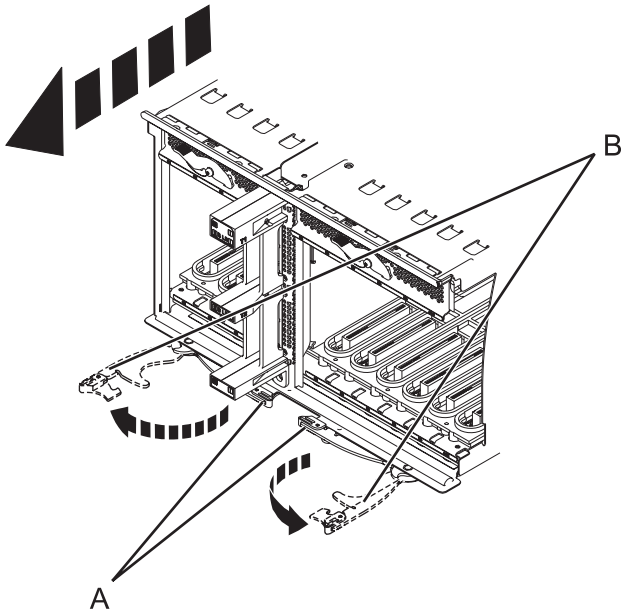

Figure 69. Retrait de la carte mère d'entrée-sortie
12. Appuyez sur les loquets de déverrouillage (**A**) et tirez sur les leviers (**B**) pour dégager la carte du système, comme illustré dans la figure 69.